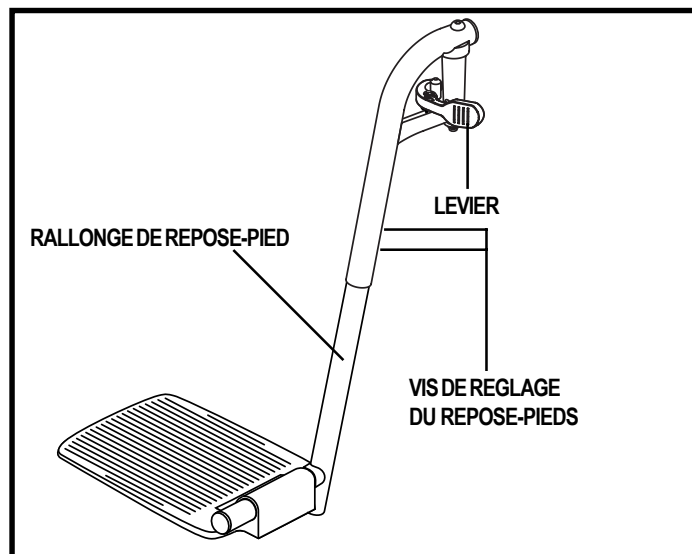

Figure 19. Repose-pieds escamotables
1. Appuyez sur le levier de détente. Voir la figure 19.
1. Enlevez les deux vis situées sur le côté des rallonges des repose-pieds. Voir la figure 19.